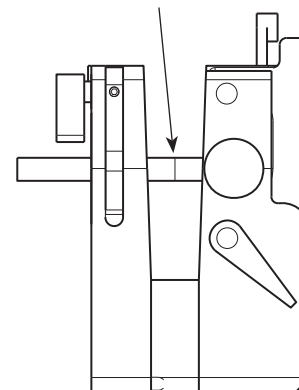

図 21：Micro-Fit 継手とチューブの位置合わせを行う
8. Micro-Fit 継手とチューブの位置合わせを行います。図 21 をご参照ください。